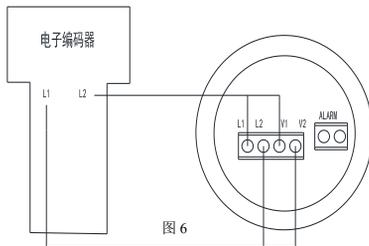

图 6
①将编码器的 L1、L2 分别接在探测器的 L2 和 V2、L1 和 V1，如图 6 所示。
②按编码器【功能】键开机→选择【11SF 火灾报警】→【写地址】→通过键盘输入地址。
③按【回车】键确认编址，成功后编码器会显示“成功”，否则